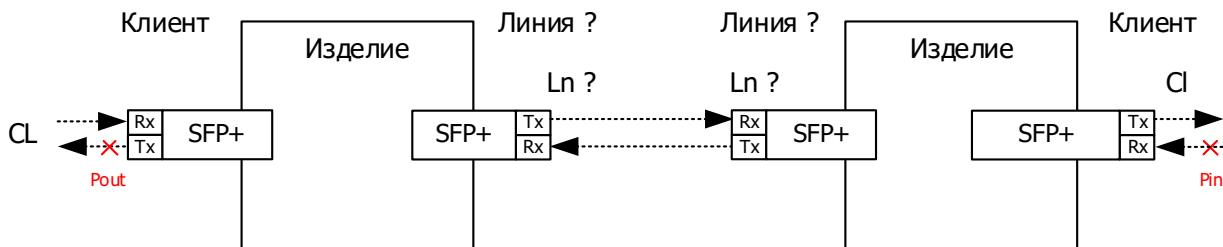

Рисунок 54 – Режим ALS с удаленного клиента на клиент
2.4.7.4 Отключение выходной оптической мощности в сторону клиента при отсутствии мощности на входе с удаленного клиента (см. Рисунок 54). Установить для параметра *Cl1LLFCSFSet* необходимое значение.